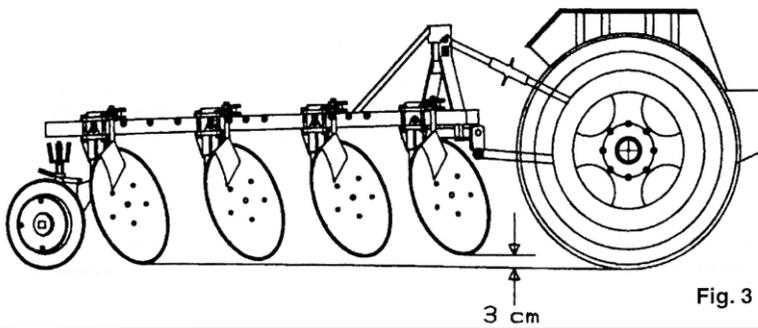

Fig. 3
- 5.1) **Longitudinal** - Depois do acoplamento e ainda em terreno plano, levante o arado e abaixe-o lentamente até que o último disco do arado toque o solo. Nesta posição o disco dianteiro deverá estar acima do solo aproximadamente 3 cm (vide fig. 3). Para conseguir esta regulagem atue no braço superior (3º ponto) abrindo ou fechando a rosca com movimentos alternados de levantar e abaixar o arado com a alavanca de comando hidráulico.